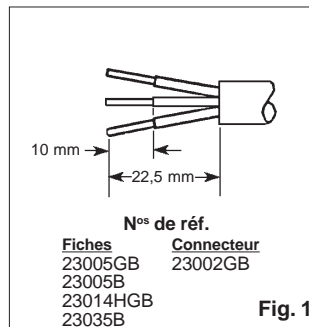
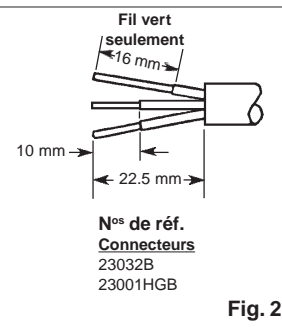

Fig. 1
Fig. 2
- Dénuder le cordon de sa gaine et les conducteurs de leur isolant tel qu'illustré à la fig. 1 ou à la fig. 2. NE PAS ÉTAMER LES CONDUCTEURS.